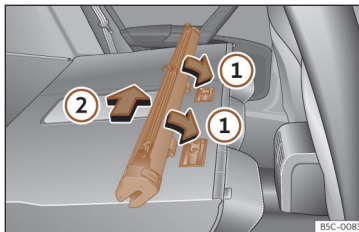

Fig. 191 Montar a rede de separação nos encostos do banco traseiro.
- Coloque a carcaça da rede nos rebaixos das calhas de fixação no sentido das setas >>> **Fig. 191** ①.
- Empurre a carcaça para o lado esquerdo do veículo no sentido da seta >>> **Fig. 191** ② e até ao limite.
- Puxe da carcaça da rede aproximadamente 5 cm no sentido contrário da seta >>> Fig. 191 ②.
- Retire a carcaça das calhas de fixação puxando no sentido contrário ao das setas >>> Fig. 191 ①.